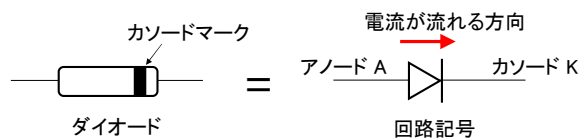
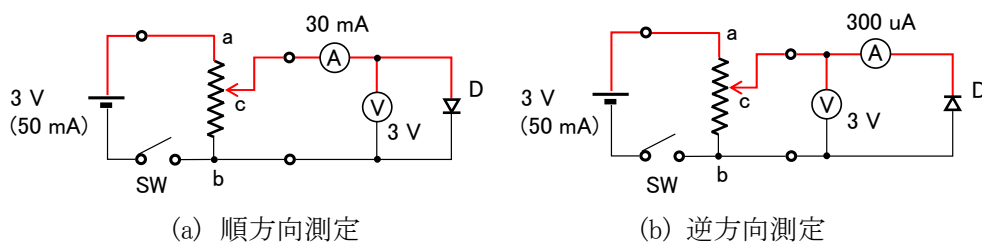

図2. ダイオードの方向
図3. 静特性測定回路
実際のダイオードには、電流が流れる方向を区別するため図2のようなカソードマークが入っている。これは回路記号における三角形(電流が流れる方向を示す)の横に描かれた縦線と同じ意味である。電圧-電流特性の測定系を図3に示す。順方向の測定ではAV法、逆方向の測定ではVA法を適用することに注意する。順方向と逆方向で結線を変える理由は研究事項で考察すること。
- 図 3 左のように結線する。直流電源の最大電流を **50 mA 程度** に設定し、電圧を **3 V 以内** の範囲で定電圧動作させる。
- 図 3 右のように結線を変える。